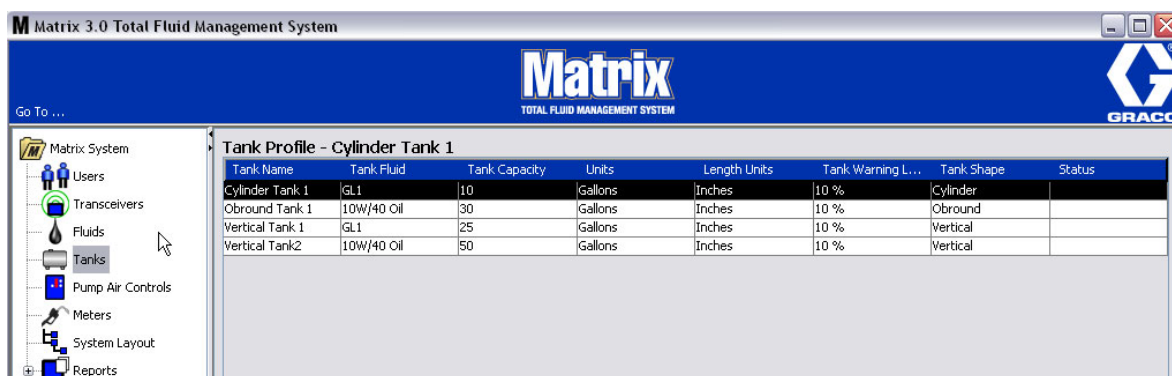

FIG. 75
1. Lorsque toutes les informations requises pour le profil du réservoir sont fournies, cliquez sur "OK" pour fermer la fenêtre et enregistrer les modifications. Le réservoir est ajouté à la liste comme illustré dans la FIG. 75.
2. Pour modifier un profil de réservoir (FIG. 75), sélectionnez l'entrée listée dans l'écran principal "Tanks" (Réservoirs) comme illustré dans la FIG. 75.